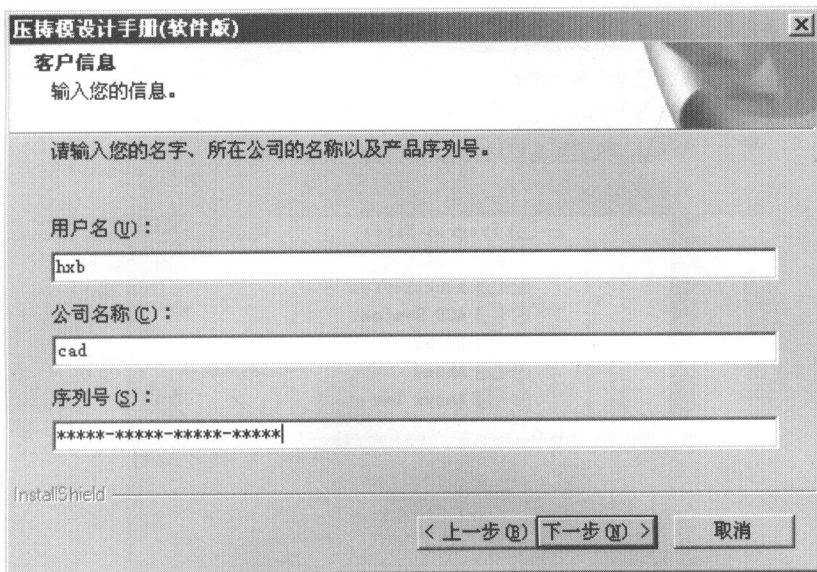

图 1-4 客户信息界面
(5)在如图 1-4 所示的客户信息界面输入相关信息及序列号, 并仔细检查序列号无误后, 单击“下一步”按钮。